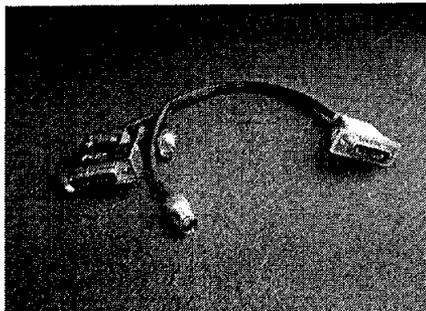

FIG. 19
9. Conecte los cables de radiofrecuencia y de control con la interfase adaptadora. El cable marcado deberá coincidir con el color de cable colocado en la antena. (fig. 19, 20 y 21).